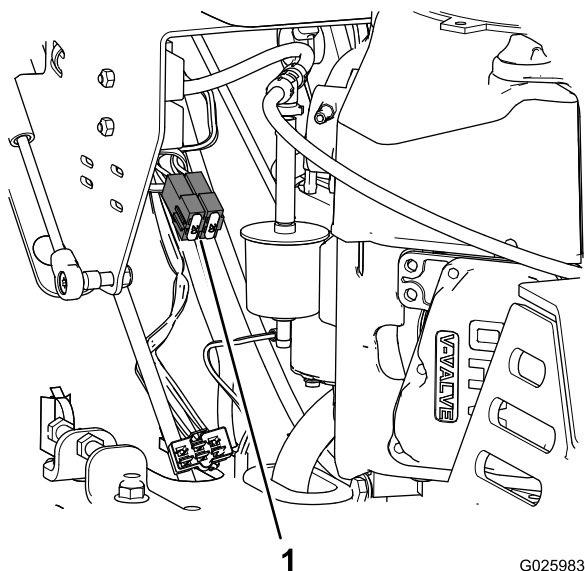

Figura 46
3. Saque el fusible del zócalo del bloque de fusibles (Figura 46).
4. Introduzca un fusible del mismo tipo y amperaje en el zócalo del bloque de fusibles (Figura 46).